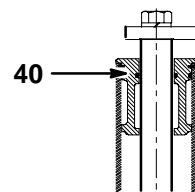

Fig. 7
- Ta bort den undre kolvlåsringen (100). Se efter om den är sliten eller skadad och byt vid behov ut den mot en ny.
- Ta bort kolven (110) från lyftstången (80) och se efter om den är sliten eller skadad. Byt vid behov ut den mot en ny.
- Ta bort de två gamla o-ringarna (70) och (120) i Reservdelslistan från kolvens in- och utsida. Byt ut o-ringarna mot nya.
- Sätt tillbaka kolven (110) på lyftstången (80). Placera den mot den övre låsringen.
- Snäpp tillbaka den undre kolvlåsringen (100) i spåret mellan undersidan på kolven och lyftstångens ände.
- Sätt försiktigt tillbaka lyftstången (80) i cylindern. Tryck stången rakt ner så långt det går.
8. Service av styrhylsan (Fig. 7):